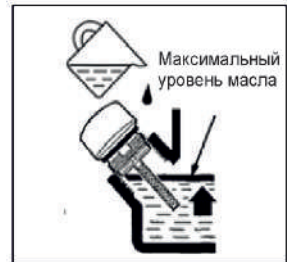

Рис.18
5. Установите электростанцию на горизонтальной поверхности и залейте новое моторное масло рекомендованное производителем до нижней кромки маслозаливной горловины (Рис. 18).